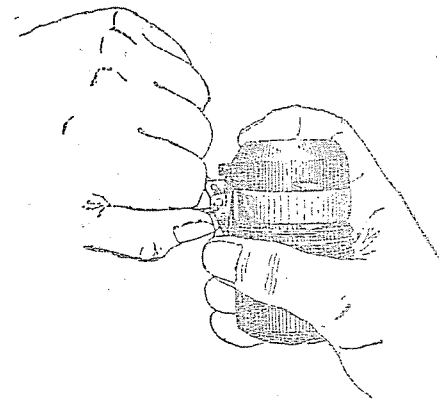

Рис. 30. Прием выдергивания кольца
1. Взять гранату в правую руку, как показано на рис. 30.